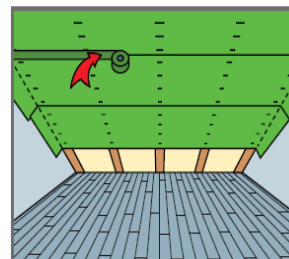

Bild 3
**BILD 3:** Die weiteren Lagen schuppenförmig von Oben nach unten fortführend wie vorher beschrieben befestigen und montieren. Alle Verletzungen u. Beschädigungen der Dampfbremse sind luftdicht mit STÖ UNI Universalklebeband zu verkleben.